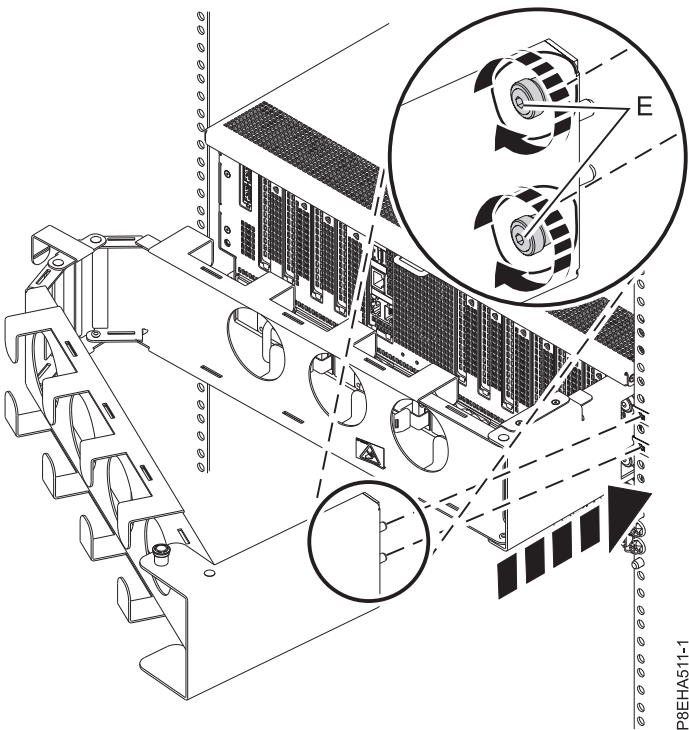

Figura 20. Fijación de la placa externa a los rieles
3. Fije la placa externa a los rieles con los dos tornillos cautivos (E), tal como se muestra en la Figura 20.